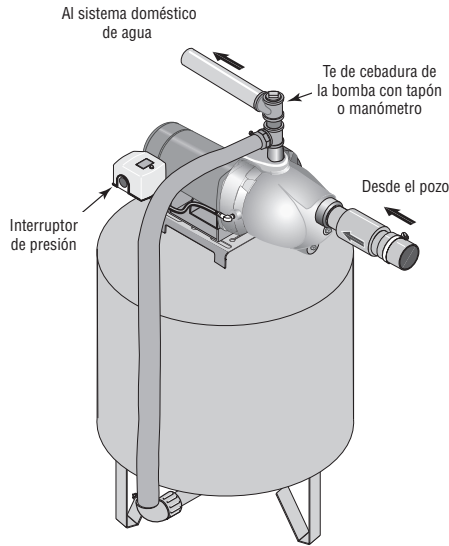

Figura 4 - Conexiones del tanque pre-cargado
Conexión para tanque pre-cargado (Figura 4)
1. Instale dos "T"s en el puerto de descarga de la bomba (Vea la figura 4). El tamaño de la bomba debe de ser por lo menos tan grande como el puerto de descarga.